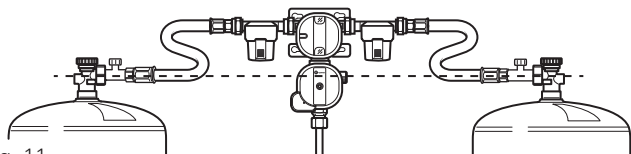

Fig. 11
- Lors du changement de bouteille, s'assurer que les lyres haute pression du raccord d'entrée du détendeur présentent toujours une pente constante vers les bouteilles de gaz (Fig. 11).